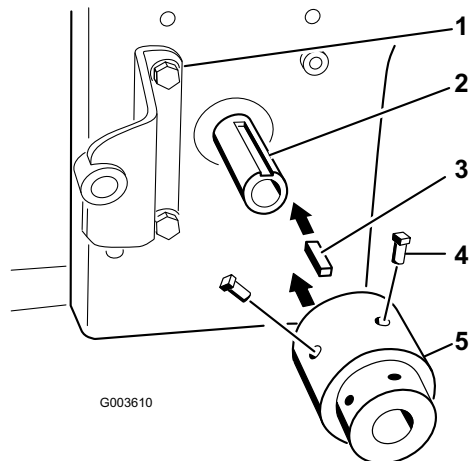

Bild 19
6. Setzen Sie den rechteckigen Schlüssel (1/4 x 1 Zoll) in den Schlitz in der Motor-ZWA-Welle ein (Bild 19).
7. Richten Sie den Hub mit dem rechteckigen Schlüssel aus und montieren Sie ihn an der Motor-ZWA-Welle (Bild 19).
8. Schmieren Sie die zwei Stellschrauben (5/16 x 3/4 Zoll) mit Blue Loctite® ein und setzen Sie sie in den Hub ein, um ihn an der ZWA-Welle zu befestigen (Bild 19).